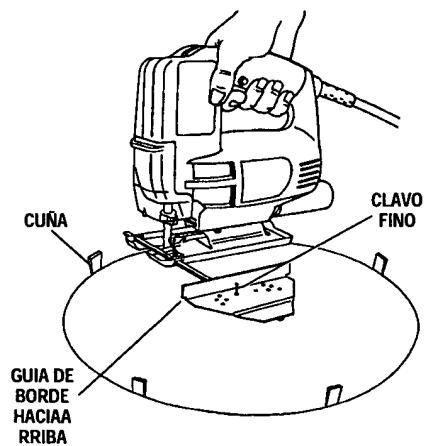

FIG. 16
2. Perfore un corte o realícelo mediante descenso vertical cerca del borde del círculo, apague la sierra y desconecte el enchufe de la fuente de energía (Fig. 16).
- Consejo para cortar: Corte lentamente para que la hoja permanezca recta en el corte. Coloque pequeñas cuñas en el corte, tal como se muestra en la Fig. 16, para evitar que el círculo interior se separe cuando usted esté cerca del final del corte.